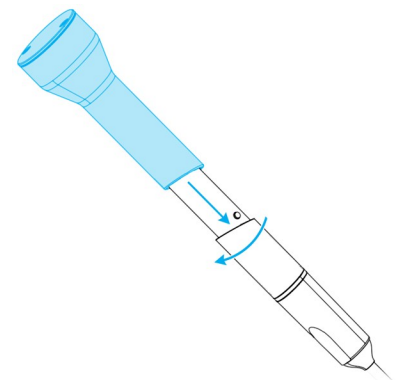

Figura 10: Uso del puntale removibile per il controllo di integrità
3. Far scorrere il puntale removibile per il controllo di integrità sul manipolo e ruotarlo in senso orario per bloccarlo (vedi *Figura 10: Uso del puntale removibile per il controllo di integrità*, p. 36).